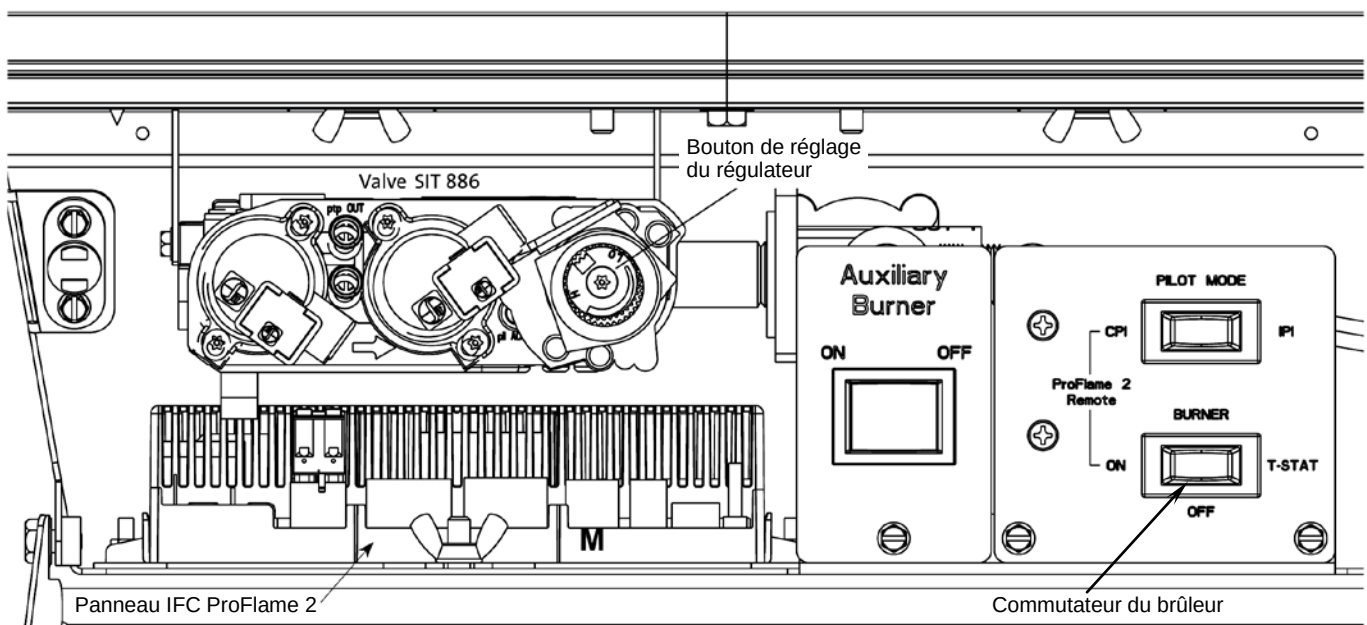

Figure 52. Compartiment des contrôles du GF 500 DV IPI.
1. Réglez à OFF le commutateur du brûleur. Voir fig. 52.
1. Appuyez sur la porte d'accès des contrôles pour déclencher le loquet aimanté, et abaisser le panneau. Réglez à OFF le commutateur du brûleur. Voir fig. 52 (p. 29).